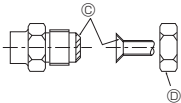

Fig. 5-1
Ⓐ (Fig. 5-1)
Ⓑ (Fig. 5-1)
5.2. Csövek csatlakoztatása (Fig. 5-1)